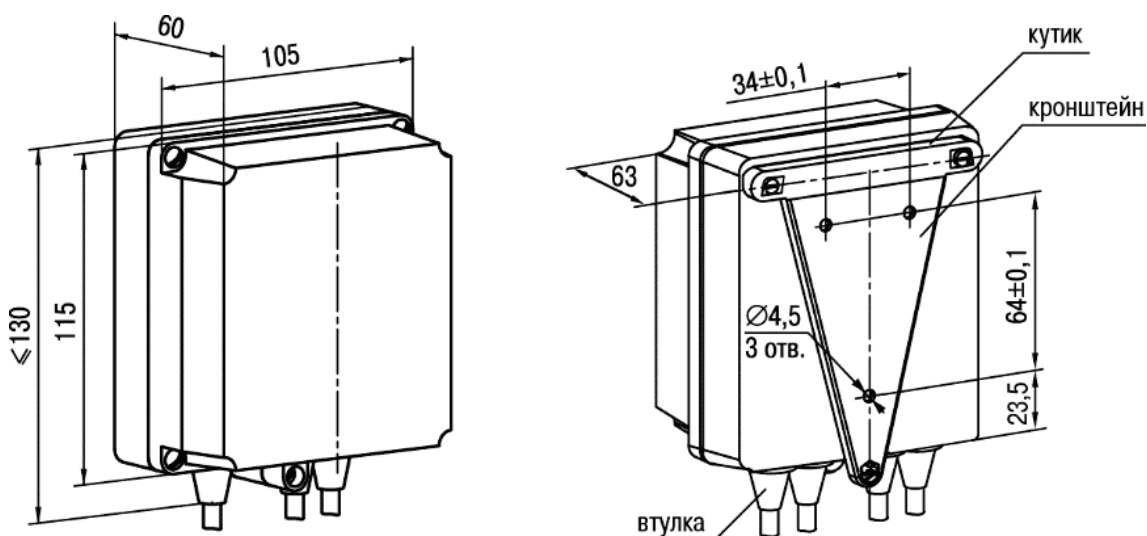

Рисунок 4.2 – Габаритні розміри корпусу Н
1. Закріпити кронштейн трьома гвинтами М4 × 20 на поверхні, що призначена для встановлення пристрою (див. рисунок 4.2).